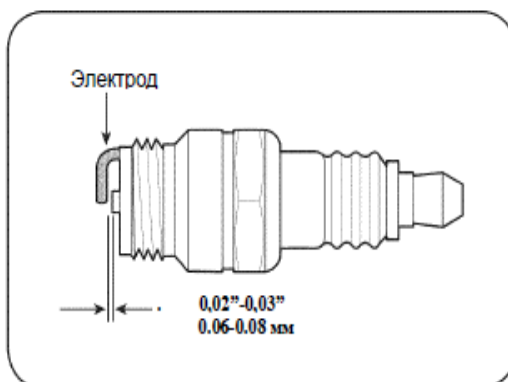

Рис. 21
3. Измерьте искровой зазор с помощью проволочного щупа. При необходимости исправьте зазор, отогнув боковой электрод (См. Рис. 21). Искровой зазор должен составлять 0,02–0,03 дюйма (0,60–0,80 мм).